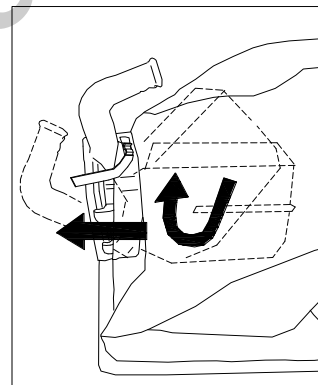

Fig. 2
3. **FOLD** opsamlingsposen ud (element 21) og fastgør posehalsen til quick disconnect-forbindelsen (element 12). Fastgør til husets udstødningstør (element 1). (Se *fig. 2* og 3.)